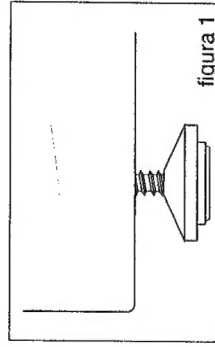

figura 1
- Posizionare l'apparecchio su un fondamento stabile e perfettamente orizzontale. Alcuni modelli hanno alla parte frontale dell'apparecchio i piedini regolabili che servono alla livellazione dell'apparecchio (figura 1).